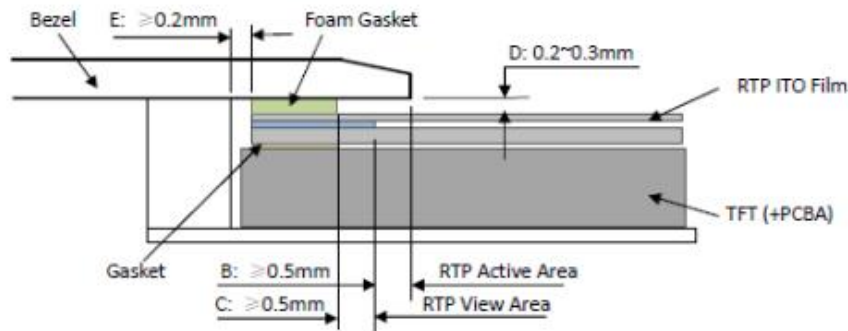

Figure 4
- It should bezel touching the RTP Active Area (A. A.) to prevent abnormal touch. It should left gap  $D=0.2\sim 0.3\text{mm}$  in between. (Figure 4)
It is suggested to protect those areas with gasket (between the bezel and RTP). The suggested figures are  $B\geq 0.50\text{mm}$ ;  $C\geq 0.50\text{mm}$ . (Figure 4)
- The bezel side wall should keep space  $E=0.2\sim 0.3\text{mm}$  from the RTP. (Figure 4)
- 为避免面框直接压在动作区(A. A.)上造成误动作，面框与电阻触摸屏(RTP)之间应留有一定的空隙  $D=0.2\sim 0.3\text{mm}$  之间。(附图 4)
- 设计面框时，要注意用面框保护触摸屏四周的非保证操作区域，因为布线区域在此处形成一台阶，在此区域附近操作时 ITO Film 变形较大，容易导致 ITO 损坏而降低寿命。为保护 RTP 和避免误操作，在 RTP 与面框之间垫缓冲物(Gasket)，我们建议设计面框应覆盖动作区的边缘，面框边缘到 V. A. 区的距离  $B\geq 0.50\text{mm}$ ；垫圈内边缘到 V. A. 区的距离  $C\geq 0.50\text{mm}$ 。(附图 4)
- 在设计面框与 RTP 组装时，应考虑到面框内侧与 RTP 外侧的间距  $E\geq 0.2\text{mm}$ 。(附图 4)